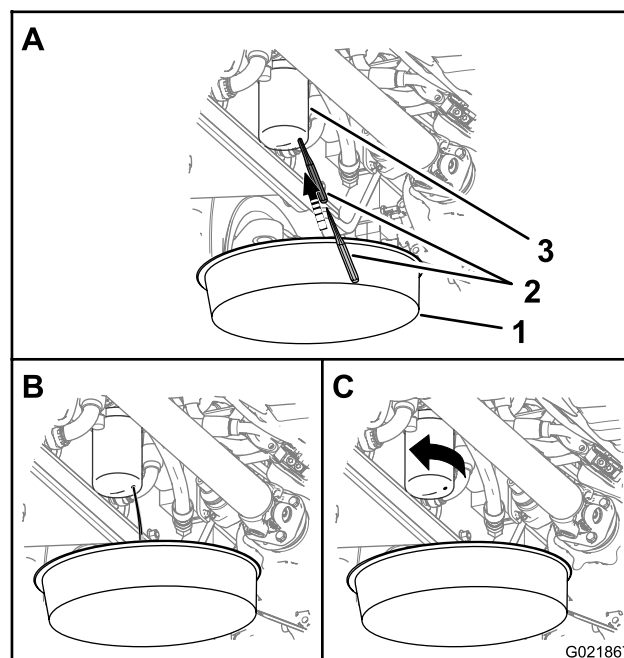

Рисунок 95
**Примечание:** Доступ к фильтру линии нагнетания гидросистемы осуществляется с правой стороны машины, за баком гидросистемы (Рисунок 95).
1. Подставьте емкость под фильтр линии нагнетания гидросистемы (Рисунок 95).
2. Проткните нижнюю часть фильтра линии нагнетания гидросистемы и дайте остаткам гидравлической жидкости стечь в емкость (Рисунок 95).
3. Поверните фильтр линии нагнетания гидросистемы против часовой стрелки и снимите его (Рисунок 95).